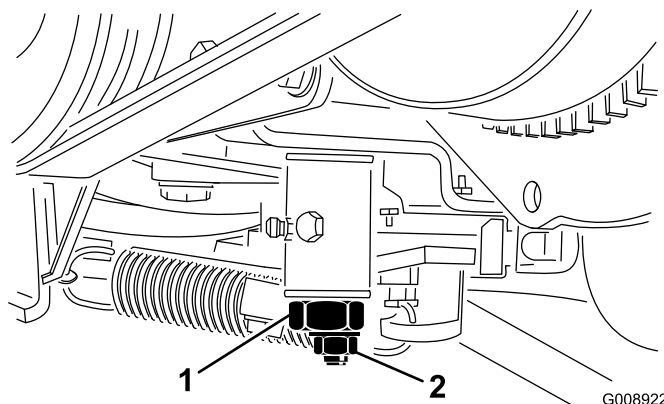

Figure 62
3. Desserrez le contre-écrou de la came de réglage de transmission (Figure 62).